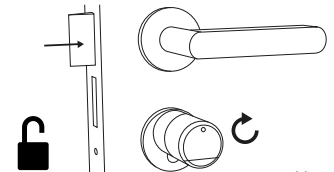

Abb. 2
- 2 Der Zylinder ist nun freigegeben und das Schloss kann geöffnet (Abb. 2) bzw. abgeschlossen werden (Abb. 3).